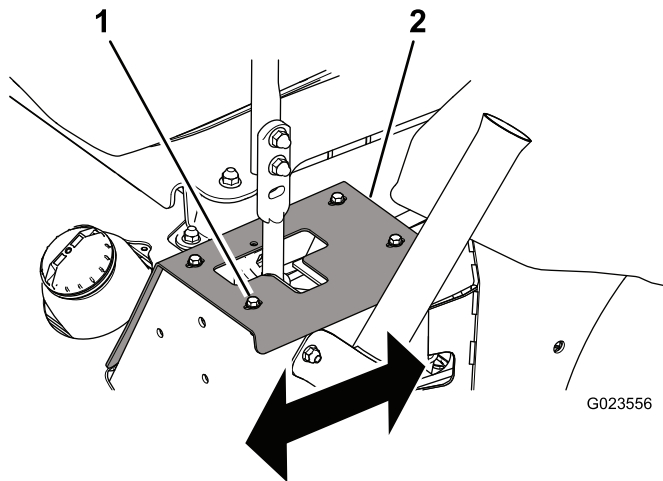

Figura 55
- Se procede verso destra, allentate i bulloni e regolate la piastra della battuta sinistra all'indietro fino a che la macchina non procede dritto (Figura 55).
- Se procede verso sinistra, allentate i bulloni e regolate la piastra della battuta destra all'indietro fino a che la macchina non procede dritto (Figura 55).
1. Bullone (4)
3. Serrate i bulloni per fissare la piastra della battuta (Figura 55).